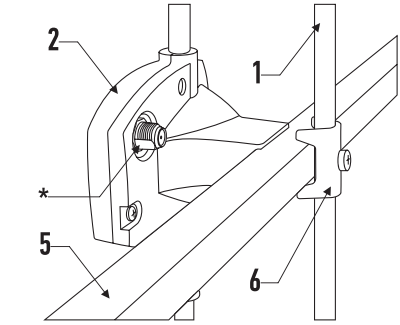

Рис.2 Узел согласования
- 2. Установить петлевой вибратор с узлом согласования с помощью винта М4 и скобы фиксирующей как показано на рис.2.